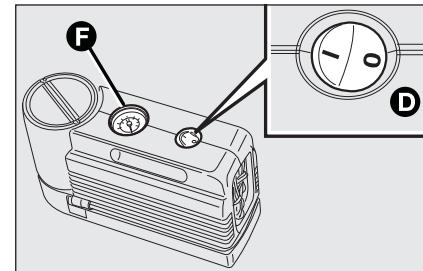
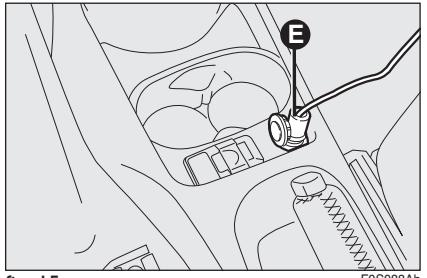

fig. 14
fig. 15
- assicurarsi che l'interruttore **D-fig. 14** del compressore sia in posizione 0 (spento), avviare il motore, inserire la spina **E-fig. 15** nella presa di corrente e azionare il compressore portando l'interruttore **D-fig. 14** in posizione I (acceso). Gonfiare il pneumatico alla pressione prescritta nel paragrafo "Pressione di gonfiaggio" del capitolo "Dati Tecnici".
Per ottenere una lettura più precisa, si consiglia di verificare il valore della pressione sul manometro **F-fig. 14** con il compressore spento;